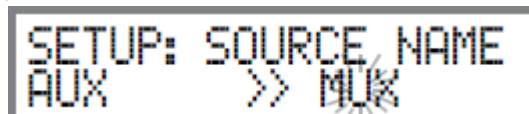

Рисунок 11
4. Нажмите и удерживайте VOLUME до тех пор, пока символ "U" названия AUX не начнет мигать. Смотрите рисунок 11.